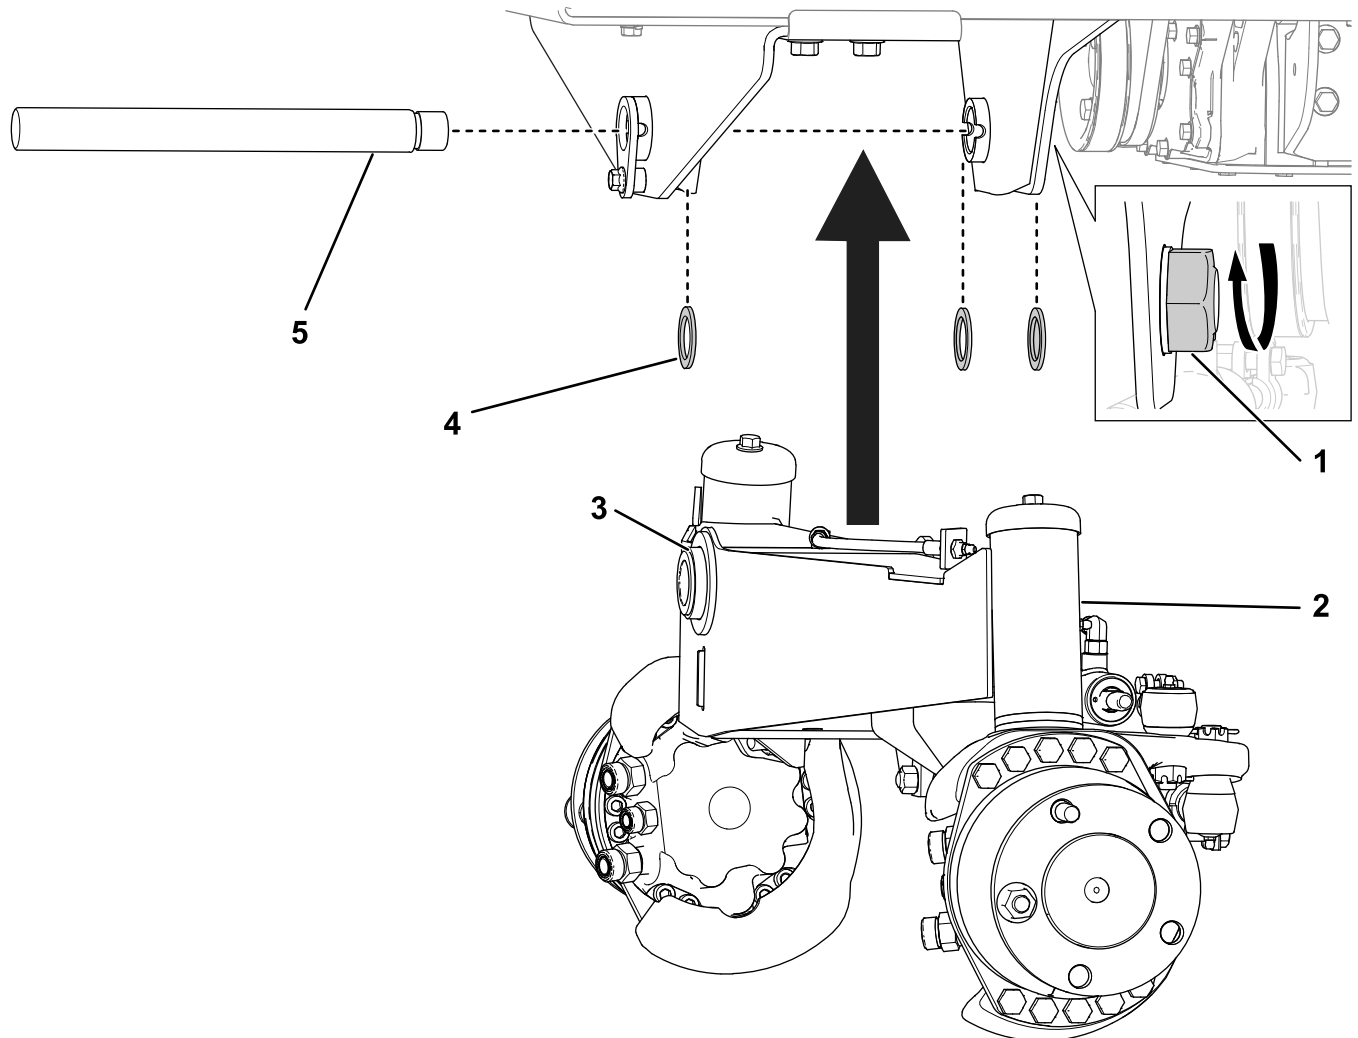

Figura 16
1. Posicione o conjunto do eixo traseiro na estrutura. Eleve o conjunto do eixo para a estrutura e faça deslizar o eixo articulado através da estrutura, do eixo e de três anilhas de encosto (Figura 16).
2. Fixe a porca de bloqueio ao eixo articulado para eliminar qualquer movimento axial (da frente para trás) do eixo traseiro. Certifique-se de que o eixo ainda pode girar livremente após a porca de bloqueio ser apertada (Figura 16).